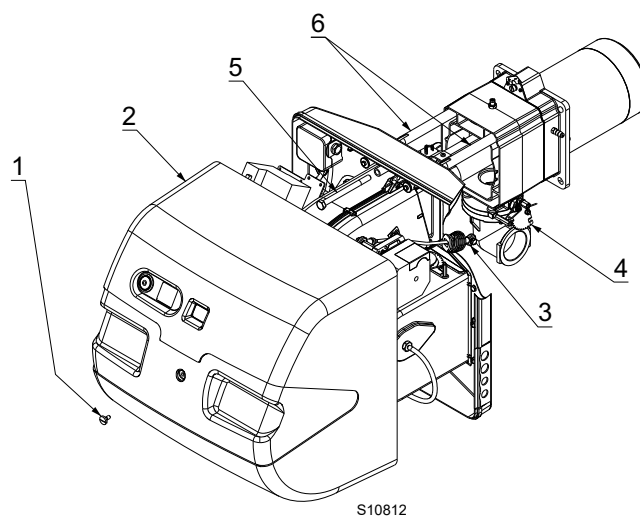

Abb. 34
- Schraube 1) entfernen und Haube 2)(Abb. 34) abnehmen
- Das Gelenk 3) aus dem Skalensegment 4)(Abb. 34) aushängen.
- Nun kann der Gasverteiler 7) nach Entfernung von Schraube 8)(Abb. 34) herausgezogen werden.